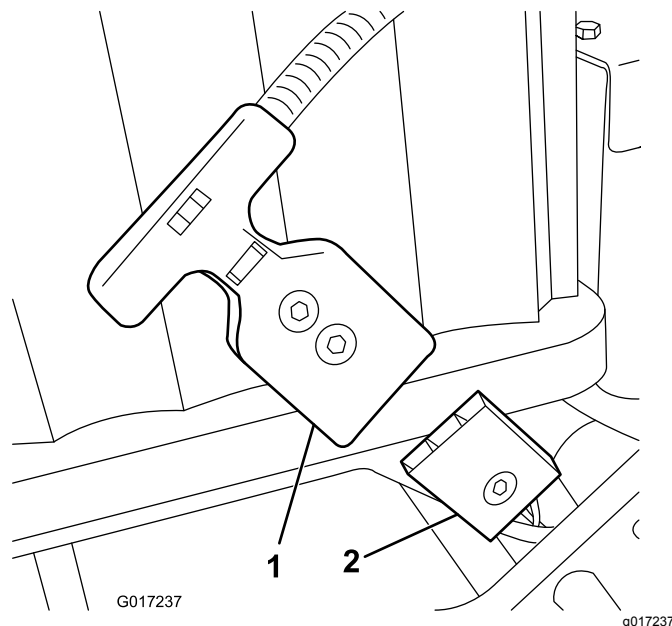

図 16
**注** バッテリーパックを取り付けたままの状態ではバッテリーパックのソケットとマシンのワイヤハーネスを接続できない場合には、先にハーネスの接続を行い、それからバッテリーパックを取り付けるようにしてください。バッテリーのベースから主電源コンネクタ 図 16 を外す。説明にしたがってバッテリーにコンネクタを取り付ける。バッテリーをベース
16. メインのワイヤハーネスからのT字コネクタを、バッテリーのベース部にある主電源コネクタに接続する図16。